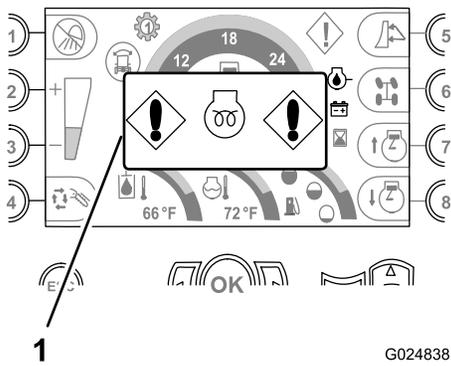

Figure 32
- **Témoin d'attente de démarrage du moteur** – Ce témoin s'affiche quand la clé de contact est en position Contact et que le réchauffeur d'air d'admission du moteur est sous tension (Figure 32).
**Remarque:** Attendez que le témoin ne s'affiche plus avant d'essayer de démarrer le moteur (Figure 32).